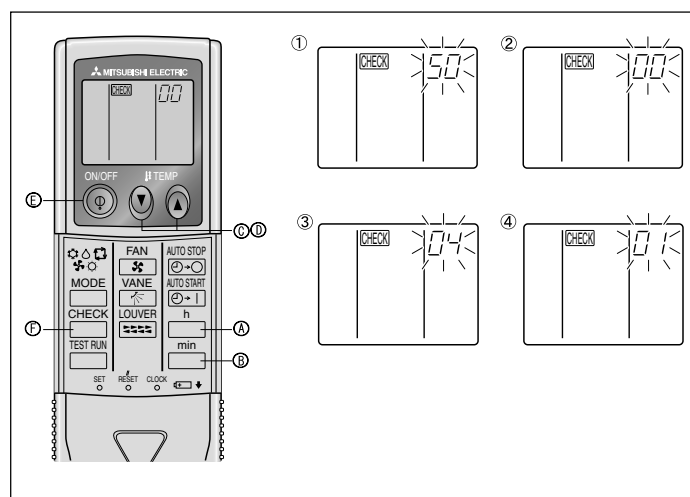

Fig. 6-7
- Appuyer sur la touche MODE (E), les numéros de programmation et de mode (1) et (2) changeront et seront continuellement affichés, et les détails de la programmation pourront être confirmés.
- Appuyer simultanément sur les touches FILTER (A) et TEST RUN (B) pendant au moins 2 secondes. L'écran de sélection des fonctions apparaît momentanément, et l'affichage d'arrêt du climatiseur apparaît.
2) Pour la télécommande sans fil infrarouge (Fig. 6-7)